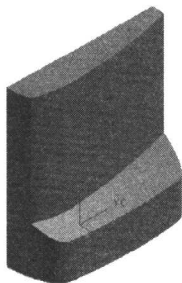

图 1-7 吸尘口实体
- 选择布尔运算为相加 (Unite)，运算结果见图 1-7。